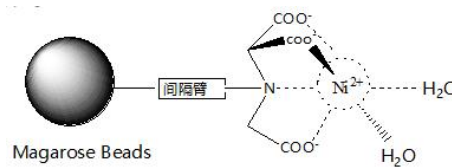

图 1. Ni NTA Magarose Beads 产品化学结构示意图
**Ni NTA Magarose Beads** 是以 4%琼脂糖凝胶为基质，通过化学方法偶联了四配位的氮川三乙酸（NTA），螯合镍离子（Ni2+）后，可以形成非常稳定的八面体结构，镍离子处于八面体的中心，这样的结构很有效的保护了镍离子免受小分子的进攻（产品结构见图 1 所示，三种产品结构的区别），更加稳定，具体性能见表 1。